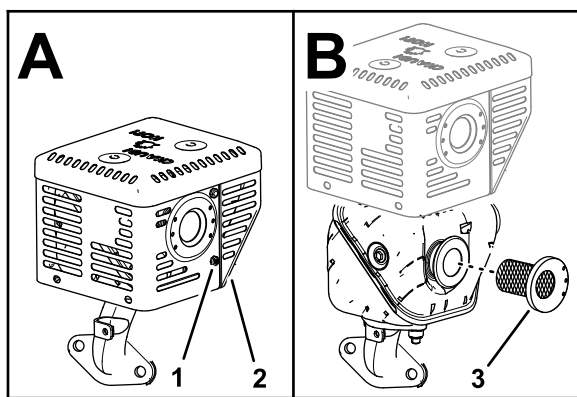

図 84
- マフラーに断熱シールドを固定しているねじを外して断熱シールドを外す 図 84。
- スパークアレスタスクリーンを外して清掃する 図 84。
- スパークアレスタスクリーンをマフラーに取り付ける 図 84。